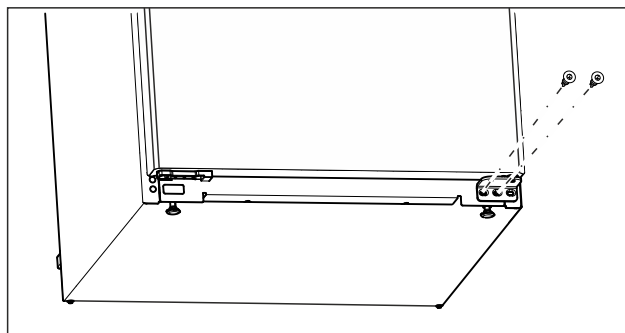

Fig. 14
- Sur le support de palier inférieur, dévisser la vis centrale avec un tournevis Torx 20. (voir Fig. 14)
- Sur le support de palier inférieur, dévisser la vis intérieure avec un tournevis Torx 20. (voir Fig. 14)